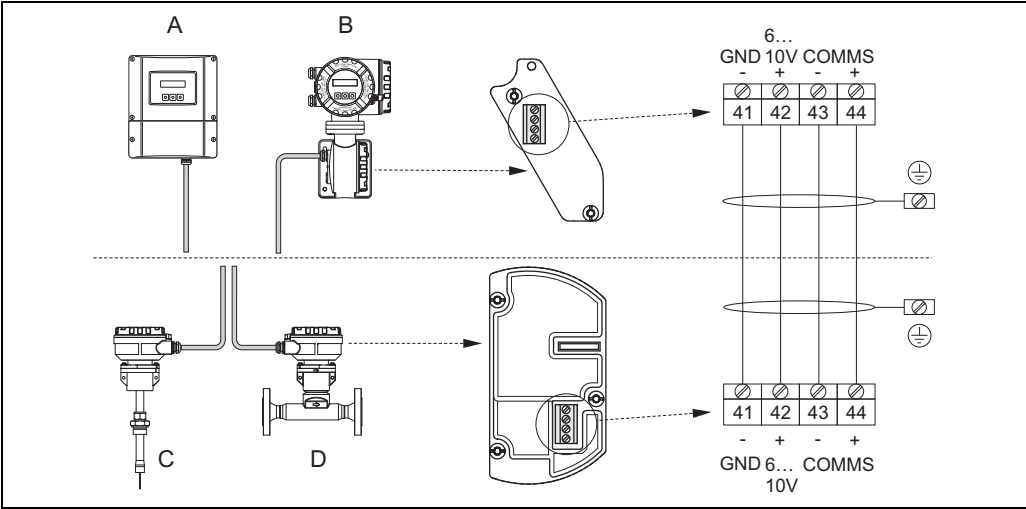

图 21: 分体式仪表的电气连接示意图
3. 参考接线图连接传感器和变送器 (→ 图 21，或螺纹外壳盖中的接线图；线芯横截面积：max. 2.5 mm² / AWG 13)。